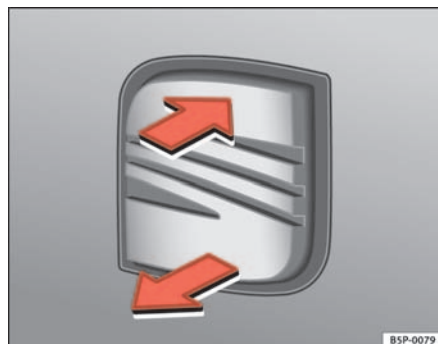

Abb. 68 Heckklappe:
- Ziehen Sie am Griff und heben Sie die Heckklappe an ⇒ Abb. 68. Die Heckklappe öffnet sich selbstständig.